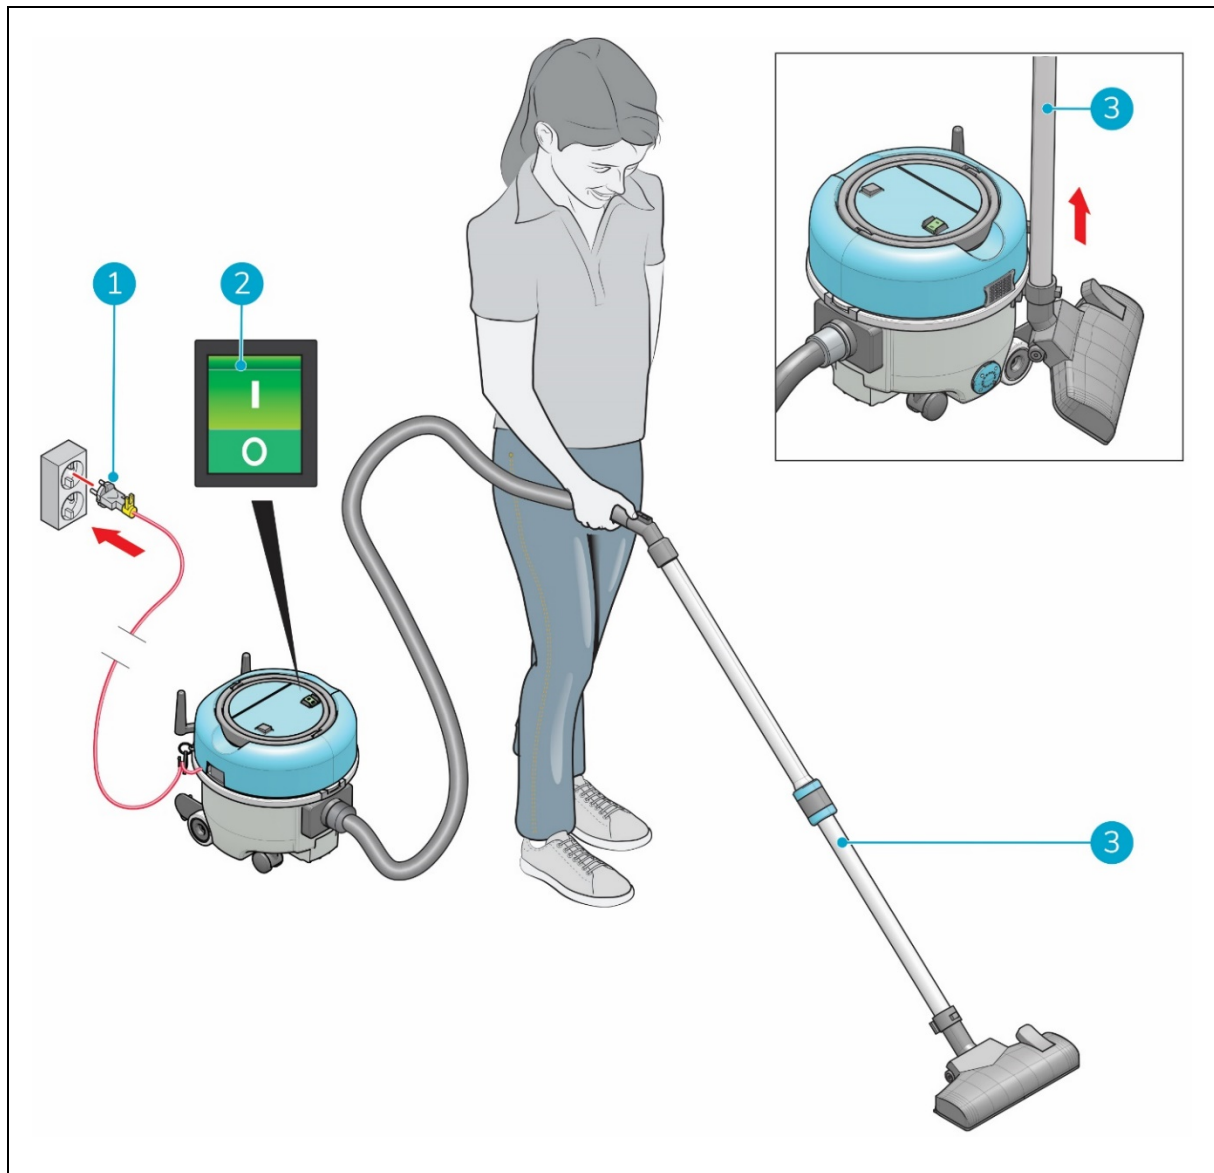

Abbildung 18
1. Stecken Sie das Netzkabel in die Steckdose (Abb. 18, Pos. 1). Das grüne Licht im ON/OFF-Schalter (Abb. 18, Pos. 2) auf dem Kanisterdeckel leuchtet.
2. Schalten Sie den i-vac® 6 mit dem ON/OFF-Schalter (Abb. 18, Pos. 2) ein.
3. Nehmen Sie das Saugrohr aus der Halterung (Abb. 18, Pos. 3).